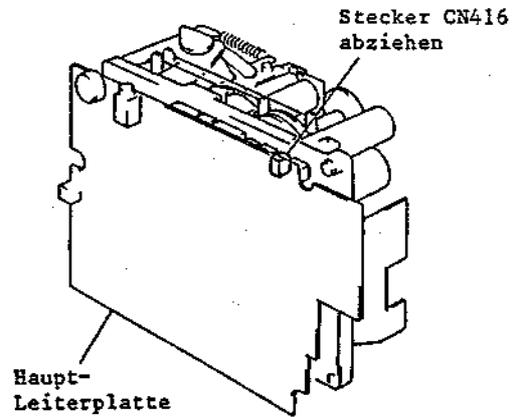

Abb. 2-45 Ausbau des Gesamtlöschkopfes
3-5 Ausbau des Gesamtlöschkopfes (Abb. 2-45, 2-46)
1. Den Stecker CN416 abziehen (siehe Abb. 2-45, 2-46).